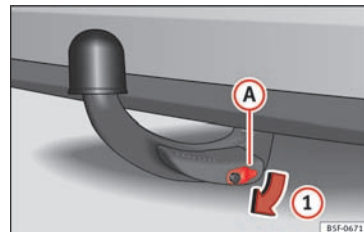

Fig. 226 Aftagning af låseafdækning
- Tag låseafdækningen (A) af låsen i pilens retning ① » Fig. 226.